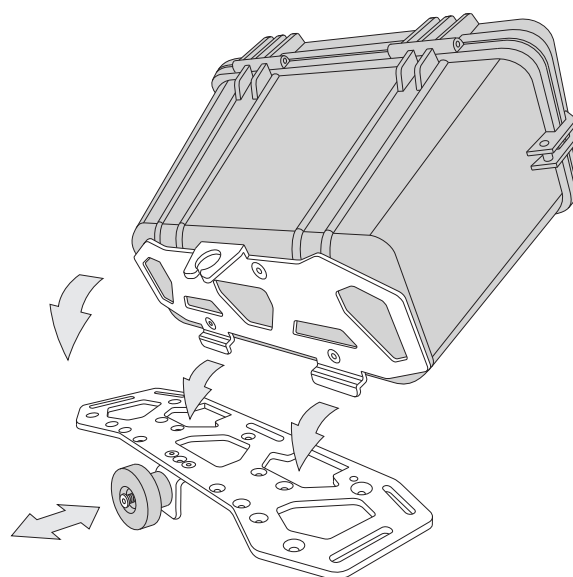

Figura 12. Borsa impermeabile sicura sulla piastra di carico
4. Fissare la borsa impermeabile alla piastra di carico utilizzando il supporto di sgancio rapido, come indicato alla **Figura 12**.